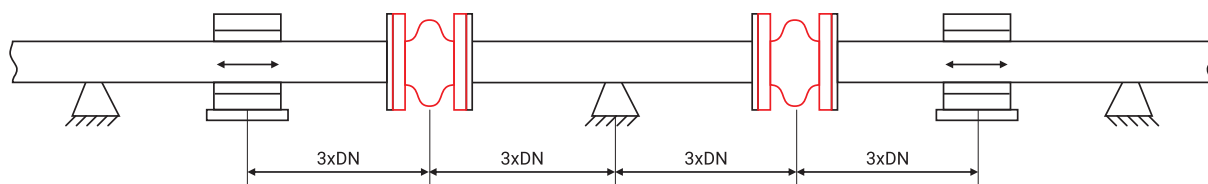

Рис. 1
- Гибкие вставки следует устанавливать непосредственно за подвижной опорой, после которой обязательно предусмотреть неподвижные опоры (рис.1).